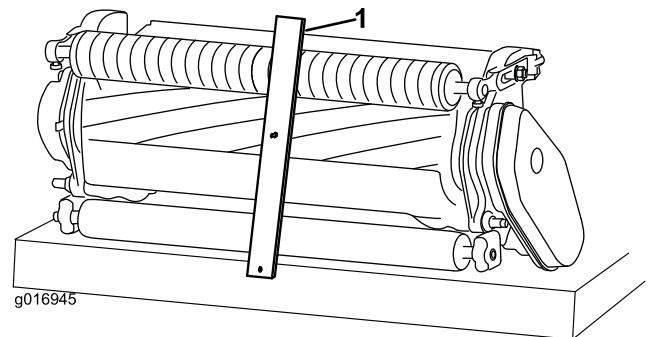

Figura 11
3. Enganche la cabeza del tornillo sobre el filo de la contracuchilla y apoye el extremo trasero de la barra sobre el rodillo trasero (Figura 11).